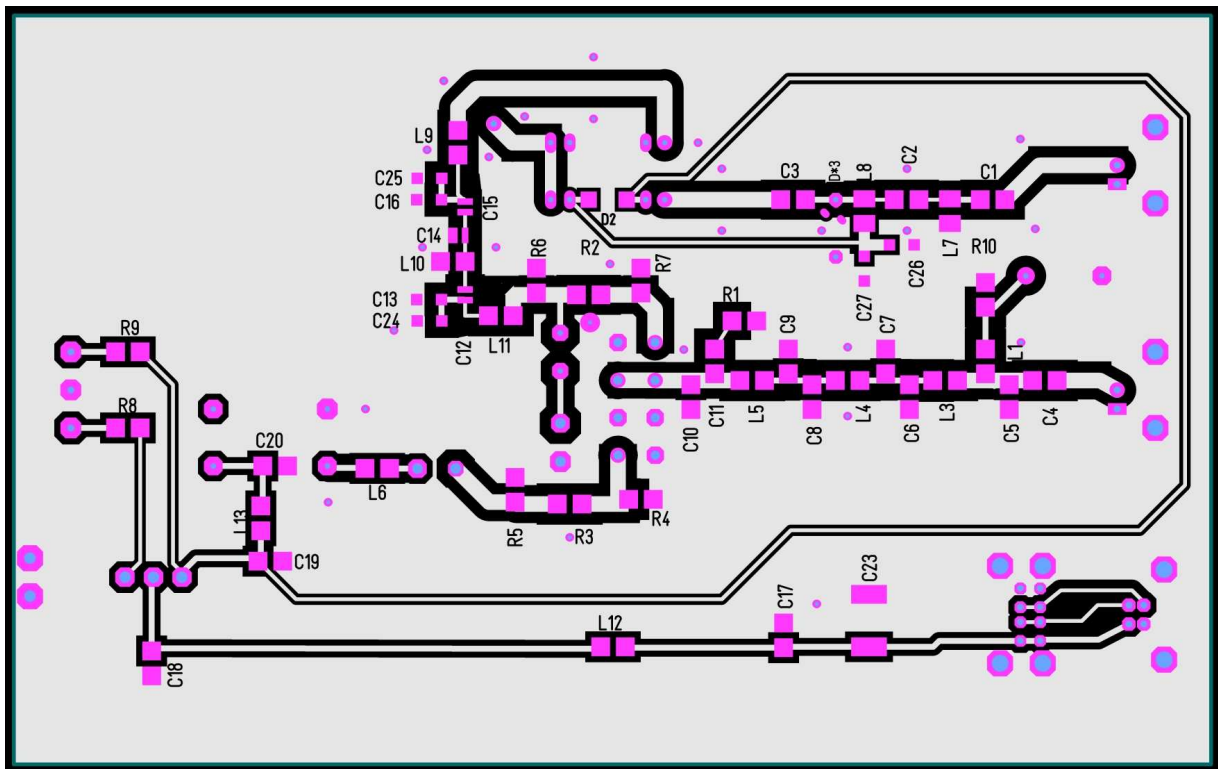
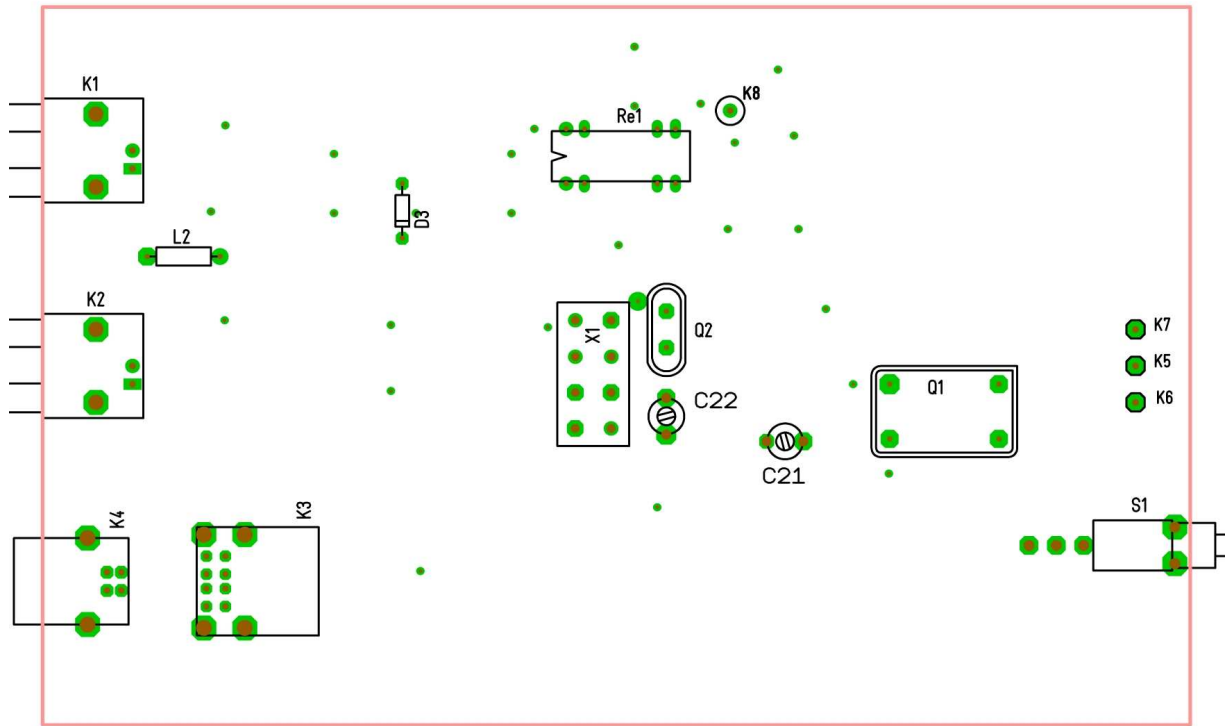

Bild 10: Bestückungsplan der Platinen-Unterseite
Bild 11: Bestückung der Platinen-Oberseite
Im **Bild 10** und **Bild 11** ist Anordnung der Bauteile auf beiden Seiten der Platine dargestellt. Die Bestückung der doppelseitigen Euro-Platine erfolgt in folgender Reihenfolge:
3. Die **Durchkontaktierungen**, diese verbinden die Masse-Flächen auf beiden Seiten, werden mit blanken Drahtstücken von 0,5 bis 0,6 mm Durchmesser ausgeführt und beidseitig verlötet. Zu erkennen sind diese als dünnste Bohrungen auf der Platine bzw. im **Bild 11** als einzelne grüne Punkte. Dieses ist aber nur bei einfach hergestellten Platinen ohne Durchkontaktierungen nötig und erübrigt sich bei der zum Bausatz gehörenden Platine. Zu der Durchkontaktierung zwischen dem Mischerbaustein X1 und dem Quarz Q2 siehe weiter unten.